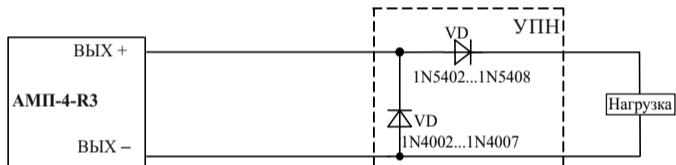

Рисунок 8
4.3.1 Выходы ВЫХ. 1, ВЫХ. 2 для обеспечения контроля целостности выходных цепей в разрыв выходной цепи непосредственно к нагрузке должно быть подключено устройство подключения нагрузки (далее по тексту – УПН) в соответствии со схемой (рисунок 8).